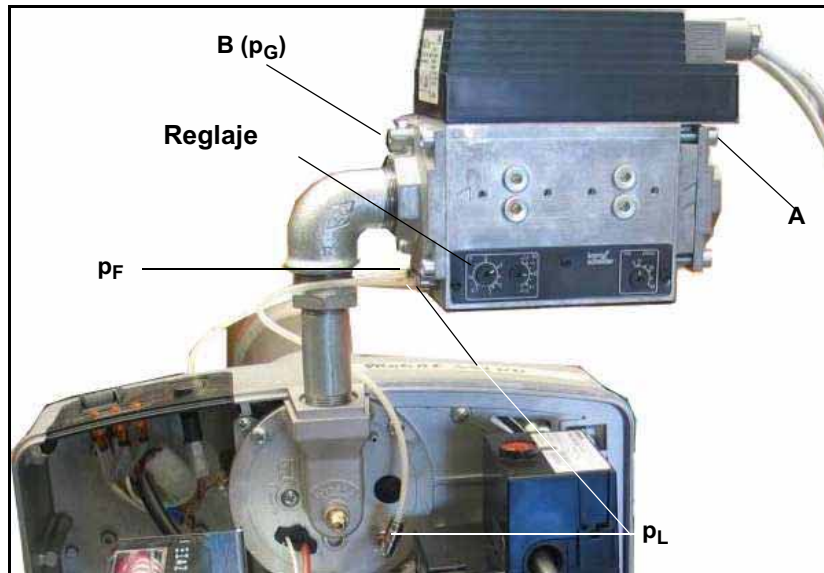

Fig. 19
Raportul de amestec **V** (vedeti pozele Fig. 19 - Fig. 20)
- 2 Testati presiunea gazului **p_G** la **B** (vezi poza Fig. 19).
- 3 Testati presiunea aerului **p_L** (vezi poza Fig. 19) la arzator si reglati presiunea gazului la **N** corespunzator specificatiilor producatorului arzatorului.
Nu blocati conexiunea **p_F** daca nu este utilizata (vezi poza din Fig. 19).
V = Nu reglati raportul prea inalt ! Presiunea gazului la **B** este mai mica decat presiunea gazului la **A** (vezi poza din Fig.19) mai putin caderea de presiune a controlului amestecului .
- 2 Masurati presiunea gazului la **A** si **B** (vezi poza din Fig. 19).